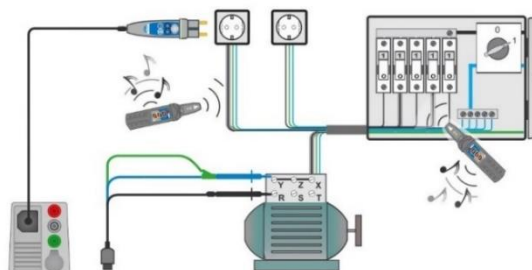

Fig. 4.119: Sporing af leder i vægge og tavler
- Forbind 3-leder testledningerne eller Plug commander til objektet (se **Fig. 4.119 Fig. 4.16**).